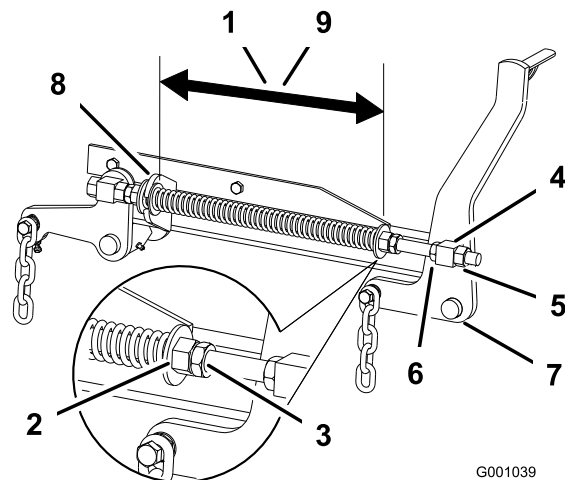

Figura 86
2. Controllate la distanza tra le due rondelle grandi, che deve risultare di 28,2 cm per la scocca dei tosaerba da 132 cm, e di 26,7 cm per la scocca dei tosaerba da 152 cm (Figura 86).
3. Regolate questa distanza allentando il controdado per molla e girando il dado antistante ogni molla (Figura 86). Girate il dado in senso orario per accorciare la molla, o in senso antiorario per allungarla.
4. Bloccate il dado serrando il controdado della molla (Figura 86).